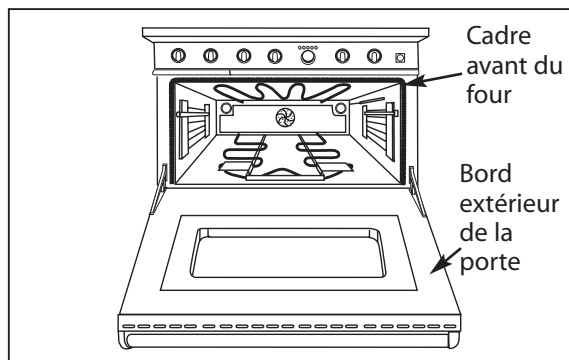

Fig. 10
- Nettoyez le cadre avant du four et les bords extérieurs de la porte. Essayez les gros débordements et dépôts graisseux. (Voir fig. 10)